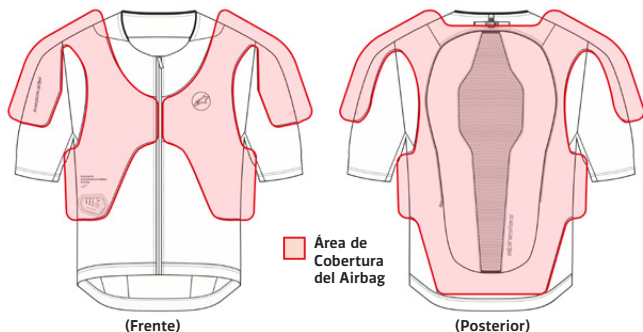

Figura 2: Área de Cobertura (11) del Airbag
El Sistema está equipado con un Airbag (11) que cubre las área mostradas en la Figura 2, protegiendo al Usuario de la motocicleta que utiliza el Sistema en caso de accidente u otras situaciones que lo desplieguen. Existen limitaciones en la protección que el Sistema puede ofrecer, como se explica más adelante en el presente Manual del Usuario (Sección 4, "Limitaciones de Uso").
¡ADVERTENCIA! El Sistema proporciona sólo protección limitada contra impactos en las áreas cubiertas por el Airbag (11), como se muestra en la Figura 2. No se garantiza que el Sistema prevenga lesiones (incluyendo lesiones graves o fatales) dentro y/o fuera de las áreas de cobertura del Airbag (11) o de la Cobertura de Protección.